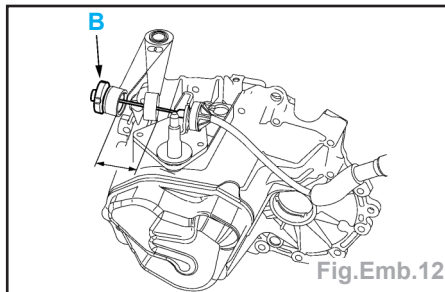

Fig.Emb.12
**Nota :** la présence d'un jeu (X) trop important peut provoquer un bruit de grésillement.
- Tirer sur le câble en (B) (Fig.Emb.12) :